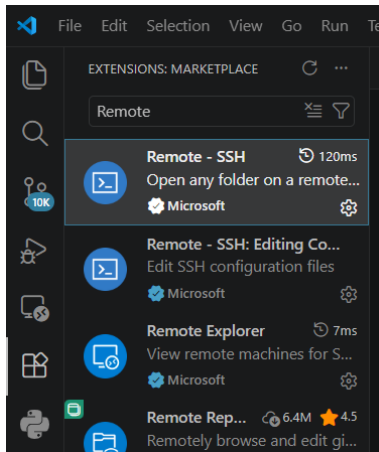

Рис. 3.52. Расширения «Remote - SSH»
1. Запустите VS Code и установите расширение Remote - SSH (рис. 3.52).